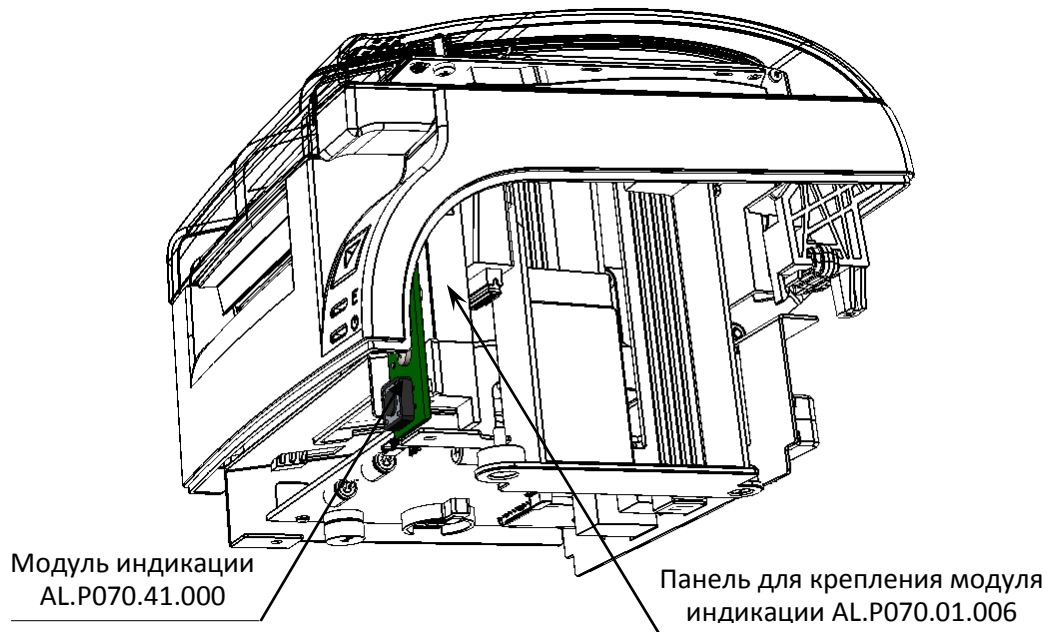

Рисунок 8. Расположение модуля индикации в корпусе ККТ (нижняя часть корпуса условно не показана)
- **Модуль индикации** устанавливается в верхней части корпуса изделия, крепится к панели модуля индикации AL.P070.01.006 (смотрите рисунок 8). Особенности подключения кабелей к блоку управления показаны на рисунке 26 на странице 27.